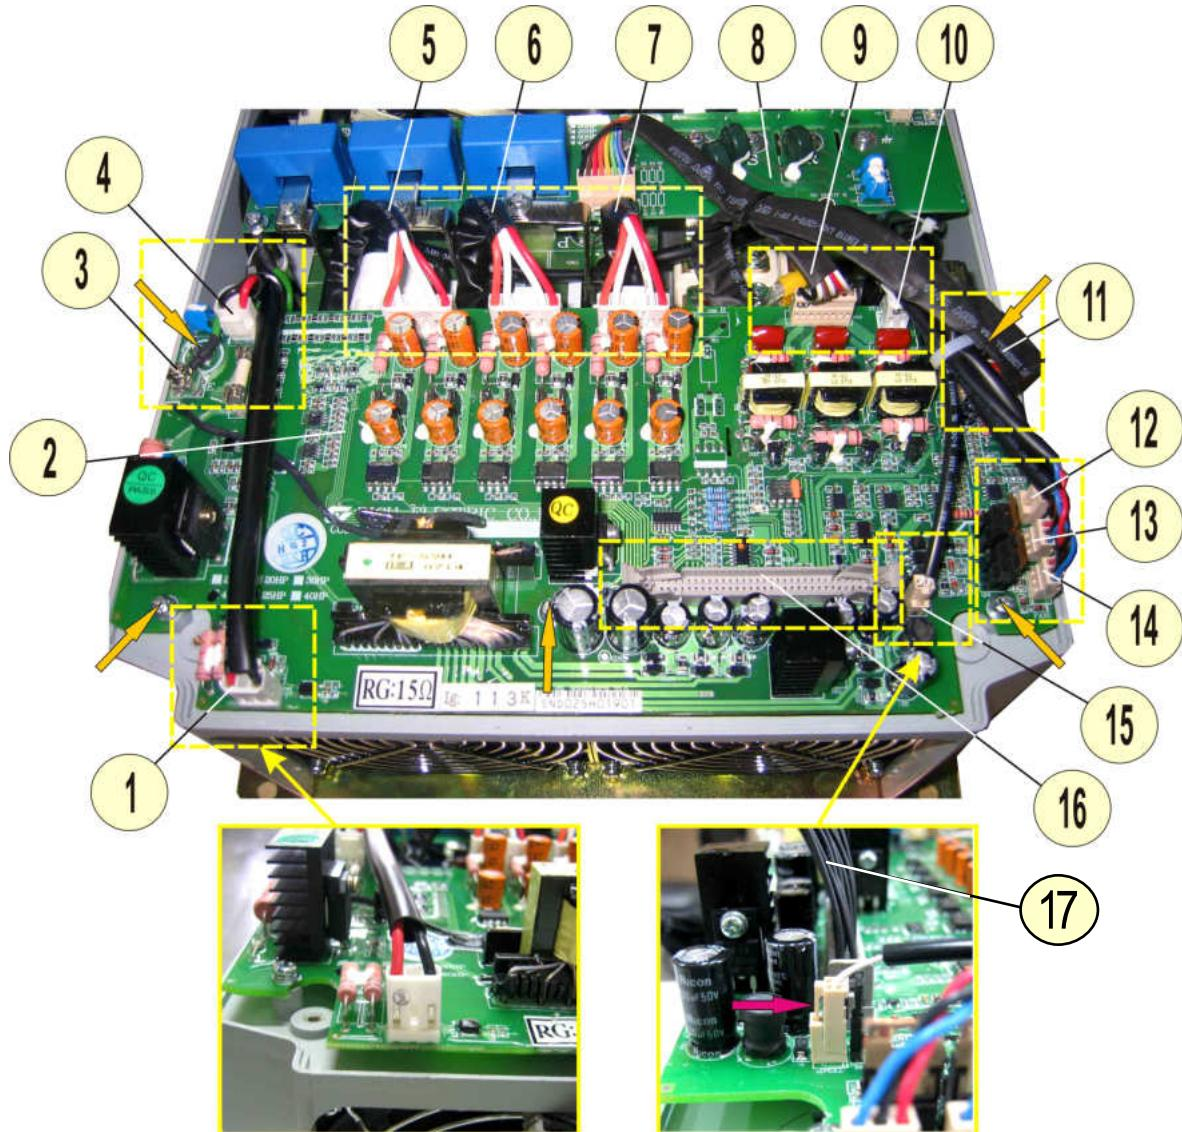
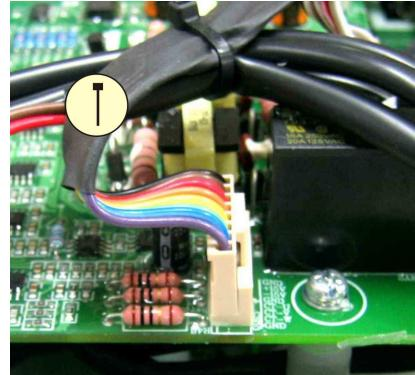
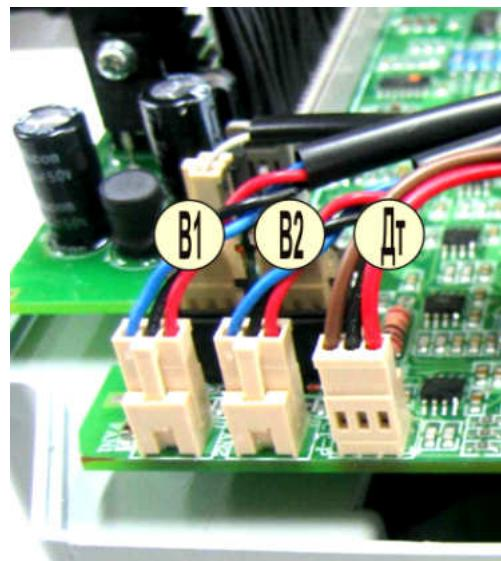
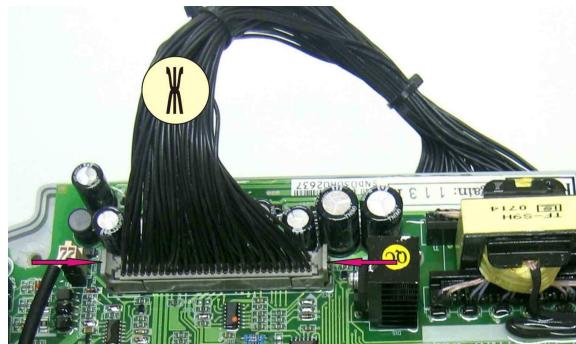

Рис. 7.25
Рис. 7.26
Рис. 7.27
Рис. 7.29
- 7.13.1. Взять плату драйверов (табл.1.4, поз.1, рис.7.25, поз.2).
- 7.13.2. Проложить жгуты вентиляторов 13, 14 и жгут термодатчика 15 под платой драйверов. Вывести жгуты между платой варисторов 8 и платой драйверов 2 (рис.7.25).
- 7.13.3. Установить плату драйверов в корпус ПЧ, совместив крепежные отверстия в плате с резьбовыми отверстиями стоек средней части корпуса. Закрепить плату пятью винтами (желтые стрелки на рис.7.25).
- 7.13.4. Проложить жгут контроля предохранителя над платой 2. Соединить двухконтактную розетку жгута контроля предохранителя с разъёмом CN5 на плате (рис.7.25, поз.1).
- 7.13.5. Соединить кольцевой наконечник провода заземления с клеммой Е на плате 2 и закрепить винтом M3,5x6 с невыпадающей шайбой (рис.7.25, поз.3).
- 7.13.6. Вставить двухконтактную розетку жгута питания платы драйверов в разъём CN4 на плате 2 (рис.7.25, поз.4).
- 7.13.7. Вставить розетки жгутов управления IGBT в разъёмы CN1, CN2 и CN3 на плате 2 (рис.7.25, поз.5, 6 и 7).
- 7.13.8. Вставить розетку жгута управления диодно-тиристорными модулями в разъём CN9 на плате 2 (рис.7.25, поз.9).
- 7.13.9. Вставить двухконтактную розетку провода предзаряда в разъём TB1 на плате 2 (рис.7.25, поз.10).
- 7.13.10. Проложить жгут токовых датчиков над платой и жгутами вентиляторов (рис.7.25).
- 7.13.11. Соединить розетку жгута токовых датчиков с разъёмом CN10 на плате 2 (рис.7.25, поз.11; рис.7.26).
- 7.13.12. Подключить жгут датчика тока шины «+» к разъему CN8 (рис. 7.25, поз.12; рис.7.27).
- 7.13.13. Подключить жгуты вентиляторов к разъемам FAN1 и FAN2 (рис. 7.25, поз.13, 14; рис.7.27).
- 7.13.14. Подключить жгут датчика температуры к разъему TEMP на плате (рис. 7.25, поз.15).
7.13.18. Отжать в стороны боковые фиксаторы разъёма CN7 на плате 2 (рис. 7.25, поз.16).
7.13.19. Вставить розетку жгута платы ЦП в разъём CN7 на плате драйверов2 (рис. 7.25, поз.16; рис.7.29), приложив рукой усилие вниздо щелчка фиксаторов (рис. 7.29).